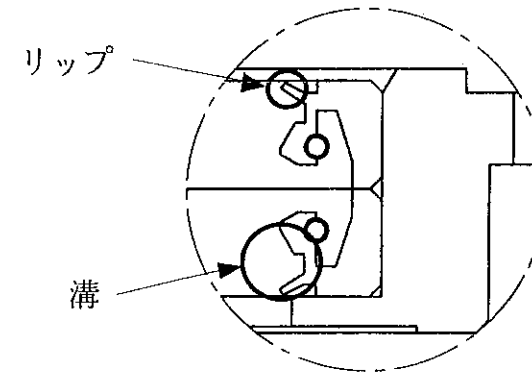

図 20-9
- ・⑭シャフトをしっかりとした台（角材等）に下向きに立て、⑲ベアリングカバーをはめ込み、ベアリングに指定されたグリースを塗り、パイプ等とリッチハンマーを使いしっかりと⑭シャフトに入れ込みます。ベアリングカバーをシャフトにはめ込む際、オイルシールのリップ面が外側に向いていることを確認して下さい。(図20-9)